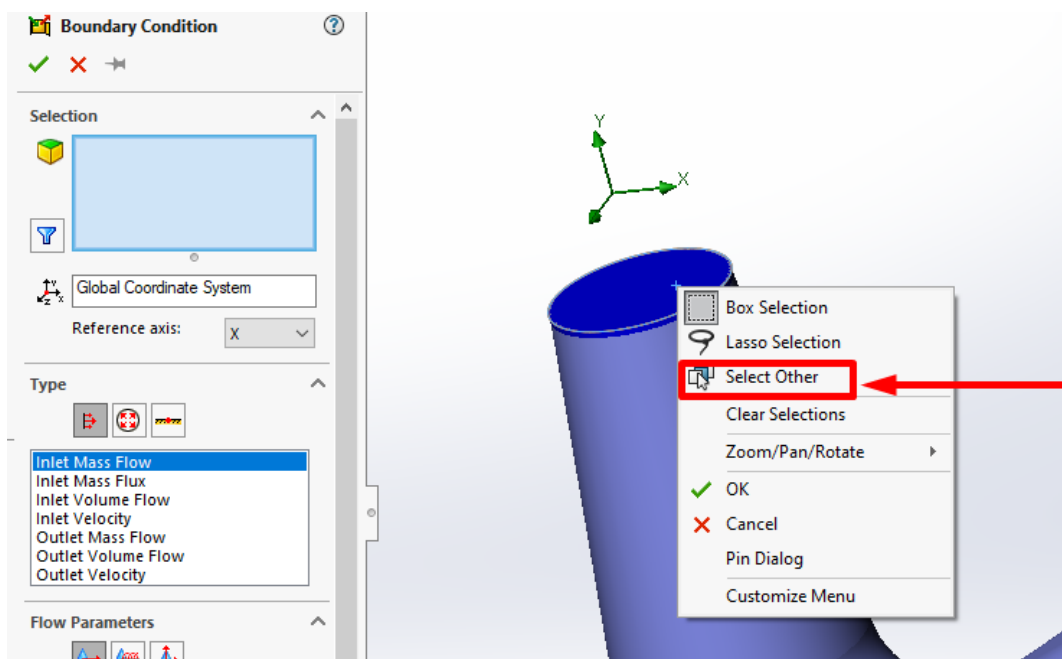

Рисунок 10.18 – Вибір поверхні для граничної умови на вході
2. Виберіть внутрішню поверхню заглушки **Lid 2 Face1** (рис. 10.18).